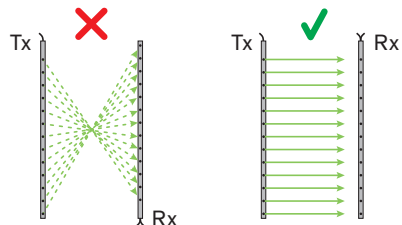

Figura 5: Disposición del emisor / receptor
- el perfil emisor no esté montado girado 180° con respecto al perfil receptor. Es decir, los cables de conexión de los perfiles ópticos **deben** guiarse hacia arriba (figura 5).